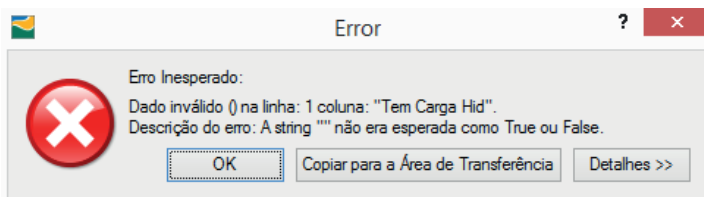

Figura 4.4 Mensagem de erro na simulação da velocidade e do transporte a partir do editor de tabelas
4.7. Por que quando utilizo o “Assistente de Simulação da Pluma em Água Subterrânea” ou tento adicionar pontos ou área de análise pelo editor de tabela aparece esta mensagem (Figura 4.4)?